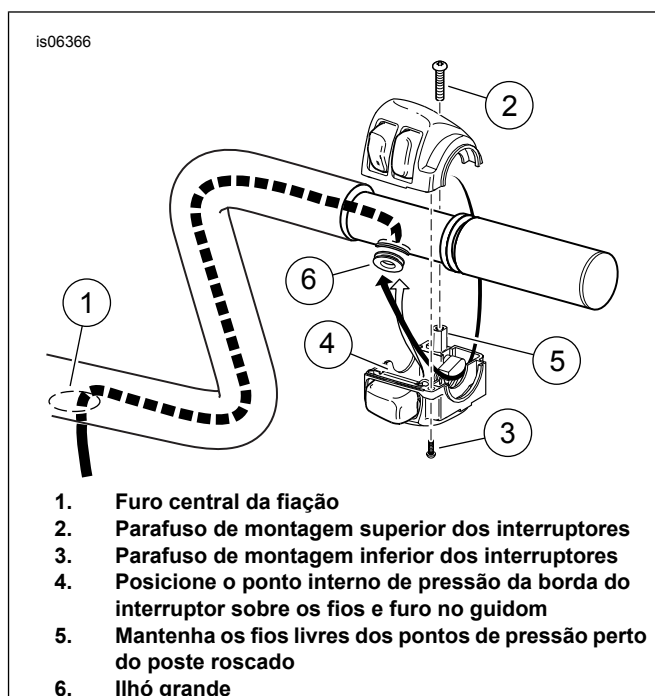

Figura 6. Passagem de fio do alojamento de interruptor
- Veja Figura 6. Com o guidão colocado em uma superfície lisa e macia, com as pontas das manoplas viradas para cima, passe com cuidado o feixe de fios do interruptor do lado direito pela grande abertura na parte de baixo do novo guidão e em direção à grande abertura no centro da barra.